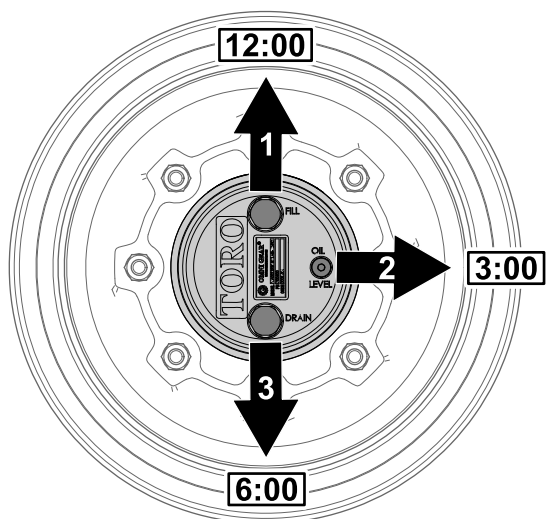

Рисунок 90
1. Припаркуйте машину на ровной поверхности, расположите колесо так, чтобы пробка заливного отверстия находилась в положении «12 часов», пробка контрольного отверстия – в положении «3 часа», а пробка сливного отверстия – в положении «6 часов» (Рисунок 90).
2. Уровень масла должен доходить до низа отверстия контрольной пробки. (Рисунок 90).
см. Рисунок 90 в разделе Проверка масла в планетарном редукторе (страница 70).